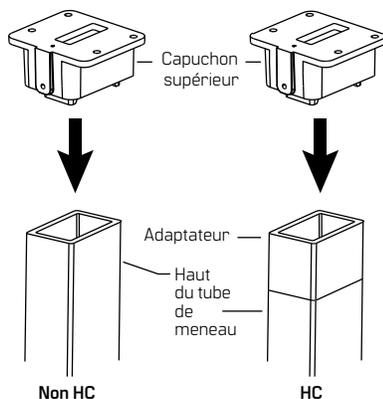

Figure 13 Placer le capuchon supérieur sur le haut du meneau (unités sans KR uniquement)
- 6.1 Insérer le capuchon supérieur dans le haut du tube. Voir la **figure 13**.